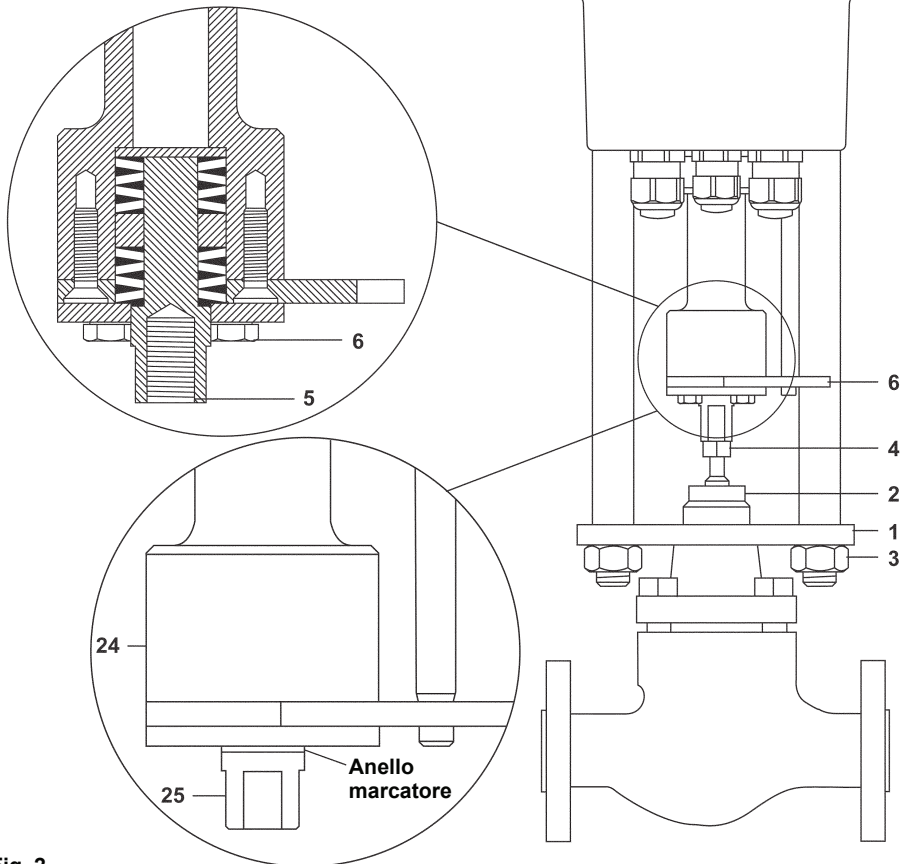

Fig. 2
- Togliere i dadi delle colonnine dell'attuatore (3) e usando il volantino ritrarre lo stelo dell'attuatore.
- Svitare le quattro viti (6) fino a quando i dadi risultano liberi (circa di 2 giri).
- Avvitare la ghiera di bloccaggio dello stelo della valvola (4) per una lunghezza equivalente a 2 volte il diametro dello stelo.
- Rimontare e serrare i dadi delle colonnine dell'attuatore (3) con una coppia di 100 Nm.
- Far salire lo stelo della valvola nello stelo dell'attuatore finché esso arriva a un fermo. E' importante che questa operazione non sia eseguita con l'otturatore della valvola sulla sua sede dopo aver serrato il dado a mano. Un anello di marcatura deve essere esposto 1 mm sotto la parte inferiore del dado di ritenuta, come mostrato in Fig. 2.
- Avvitare le 4 viti (6) e la ghiera di bloccaggio (5).